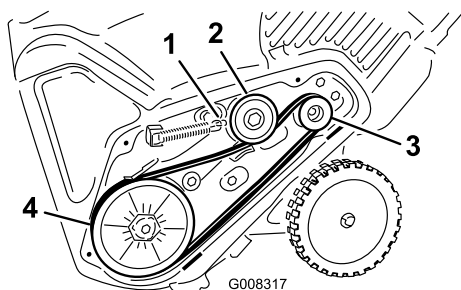

Figure 38
5. Montez et acheminez la nouvelle courroie comme indiqué à la (Figure 38).
- Raccrochez le ressort de frein au bras de la poulie de tension (Figure 38).